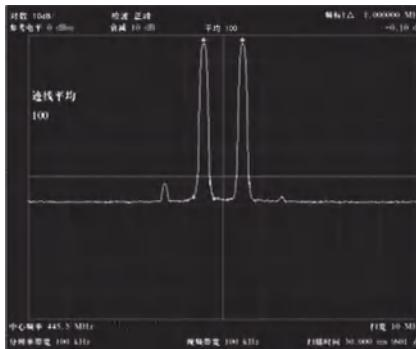

图 3-22 将信号移至频谱仪显示器中央
- (6) 按【频率】键;
- (7) 用旋钮将两个信号移至屏幕中央, 如图3-22所示。